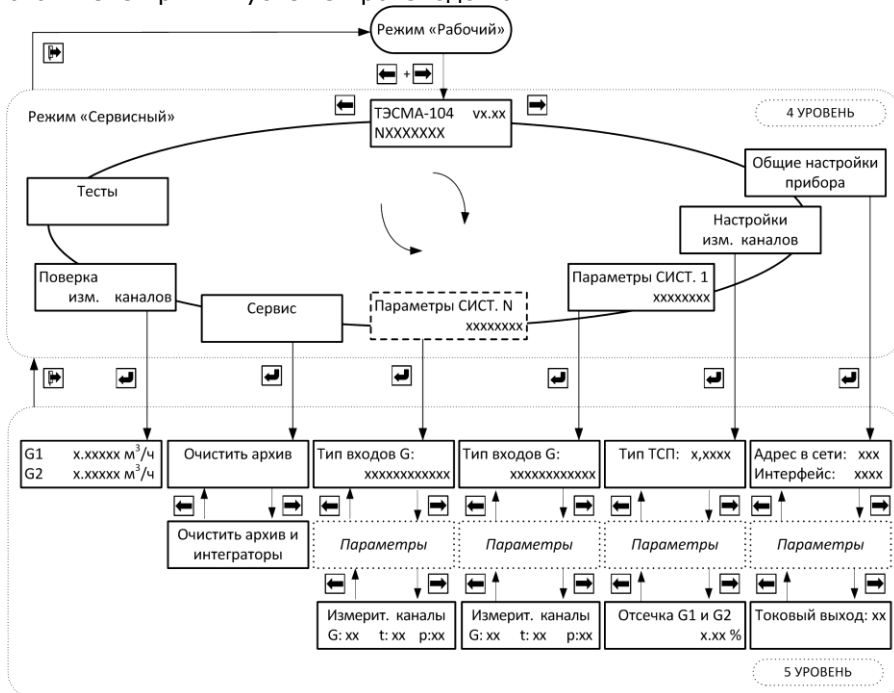

Рис. 9.3 Режим «Сервисный»
9.7.1 Для входа в режим работы теплосчетчика «Сервисный» необходимо, находясь в любом меню режима «Рабочий», **одновременно нажать кнопки «влево» и «вправо»**. Порядок перехода между окнами в режиме «Сервисный» изображён на рис. 9.3.